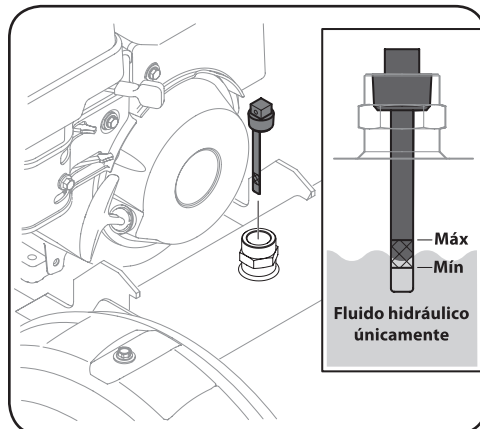

Figura 3-9
2. Utilice una llave para retire la varilla del depósito venteadada que se encuentra delante del motor, sobre el tanque de depósito. Consulte la Figura 3-9.
3. Controle el nivel de líquido con la varilla de nivel. Vea la Figura 3-9. No llene el depósito en exceso.